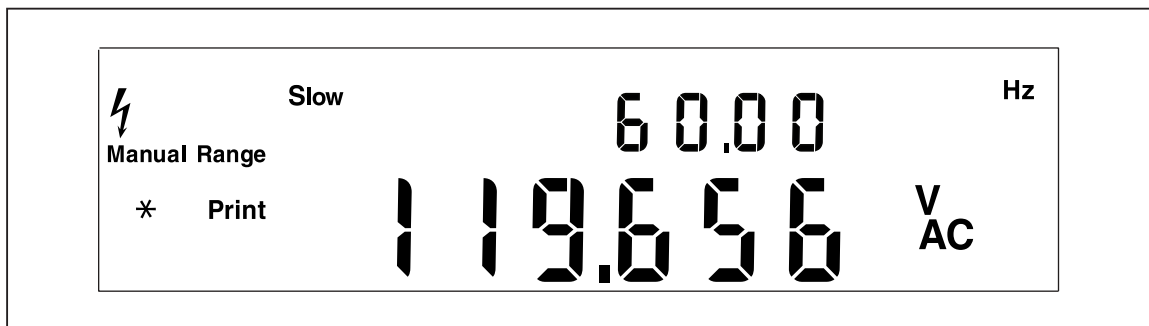

Abbildung A-1. Beispiel für eine Doppelanzeige mit V Wechselspannung und Frequenz
5. Die Messleitungssonden an eine Steckdose anschließen. Die Anzeige sieht so oder ähnlich wie in Abbildung A-1 aus. Die tatsächliche Anzeige hängt von der Stromversorgung vor Ort ab.